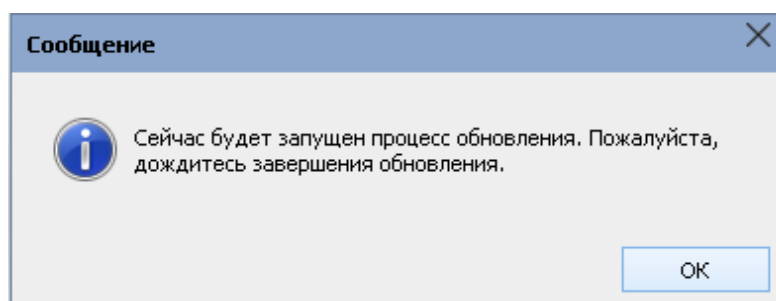

Рис. 17 – Сообщение, полученное после нажатия кнопки «Обновить ПО»
1. После нажатия кнопки «Обновить ПО» будет выведено следующее сообщение (Рисунок 17).